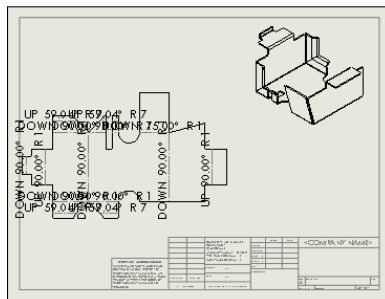

Рисунок 3.25
На панелі інструментів «Чертеж» натисніть **Вид модели** → у вікні PropertyManager виконайте такі дії: активуйте палітру виглядів; у розділі «Ориентация», а саме у полі додаткових видів, оберіть **(A) Плоский массив (Снизу)**; у полі масштабу вкажіть масштаб користувача. Оберіть **Настройка пользователя** у списку і вкажіть значення 1:3 → натисніть у будь-якому місці креслярського листа для нанесення розмірів на зображення (рис. 3.25) → ОК → збережіть всі нові перетворення.